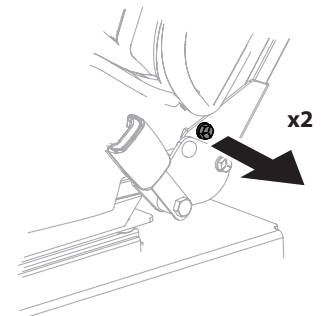

Figura 9
2. Retire los dos tornillos (uno derecho, uno izquierdo) que aseguran el asiento en posición de envío. Vea la Figura 9.